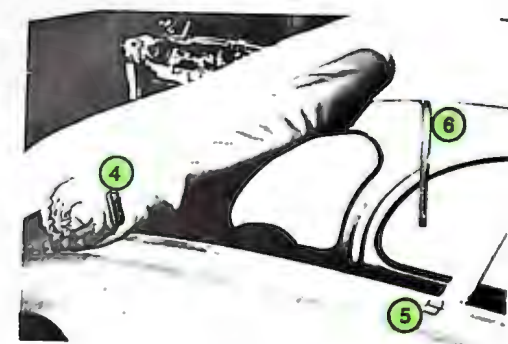

Abb. 27 – Ganzöffnung des Rollverdecks
Die beiden Halteklauen (4) des Rollverdecks aus ihren Führungen (5) herausziehen (Abb. 27).